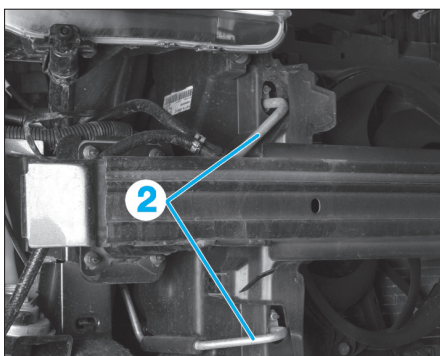

Fig. 20
- Désaccoupler les tuyaux (2) sur le condenseur (Fig.20).